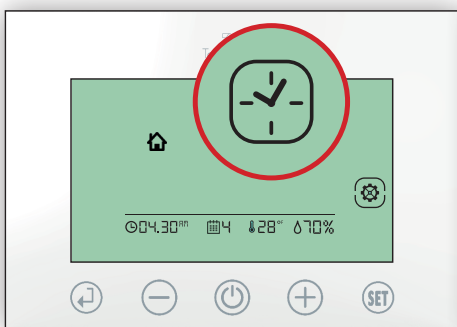

Fig.3
1.1 Sbloccare premendo per 3 secondi (↩), premere per 3 secondi (SET), premere più volte (SET) fino al lampeggio del simbolo (⏏). Premere una volta (↩) per confermare. (Fig.3)